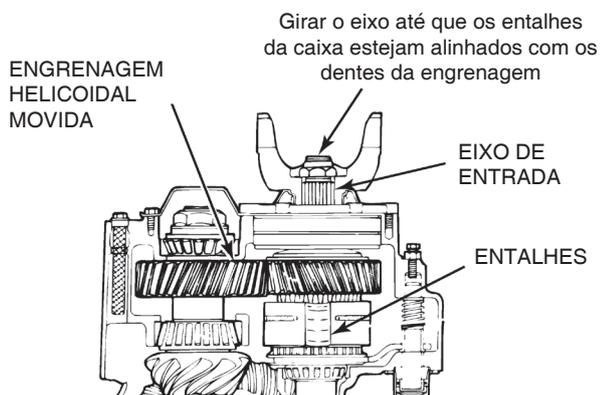
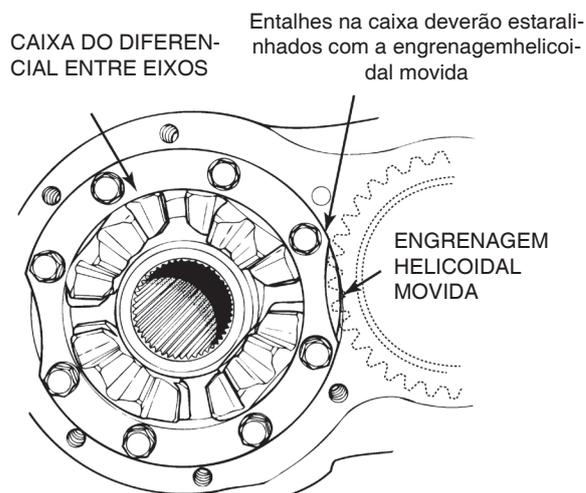

Figura 3.23
Figura 3.24
- Se o conjunto de eixo de entrada não sair facilmente do diferencial, a caixa dos satélites entre eixos deve ser girada. Gire o eixo de entrada até o entalhe na caixa estar alinhado com a engrenagem helicoidal movida. Remova o conjunto do eixo de entrada do diferencial. Figura 3.23 e Figura 3.24.